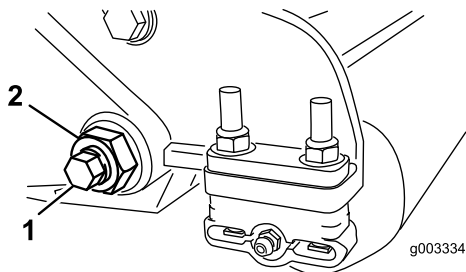
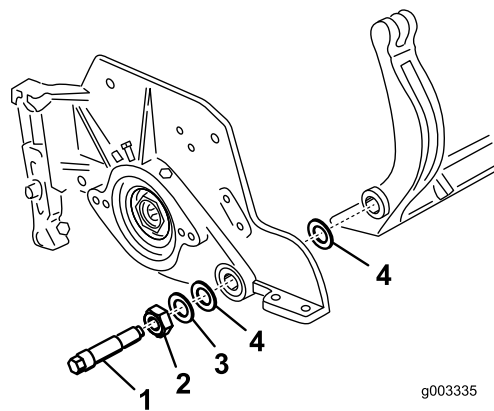

Figura 27
Figura 28
3. Desaperte a porca de bloqueio que segura a cavilha da barra de apoio, em cada um dos lados da máquina (Figura 27).
4. Remova cada uma das cavilhas da barra de apoio, de modo a permitir puxá-la e retirá-la da máquina (Figura 27). Guarde as duas anilhas de nylon e a anilha de aço prensado de cada uma das extremidades da barra de apoio (Figura 28).
2. Fixe a barra de apoio a cada um dos lados da placa lateral com as cavilhas (porcas flangeadas nas cavilhas) e com as 6 arruelas. Deve colocar uma anilha de nylon em cada um dos lados da placa lateral. Coloque uma arruela de aço no exterior de cada uma das arruelas de nylon (Figura 28). Aperte os parafusos com 27-45 Nm. Aperte as porcas até que a anilha de aço exterior pare de rodar e a folga seja removida, mas não aperte em demasiado nem desvie as placas laterais. As arruelas podem ter uma folga interna.